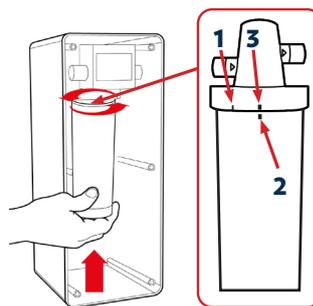

Fig. 1-5
- 5) Inserire il filtro nuovo 2500A, dopo averne rimosso la pellicola e il tappo protettivo, nella sede di aggancio, allineando il marcatore **2** del filtro alla posizione di inserimento **1**, ruotare il filtro da sinistra verso destra fino a raggiungere il fine corsa **3**. Il marcatore sul filtro **2** dovrebbe ora essere in linea con il finecorsa **3** sulla testata del filtro, vedi Fig. 1-5.